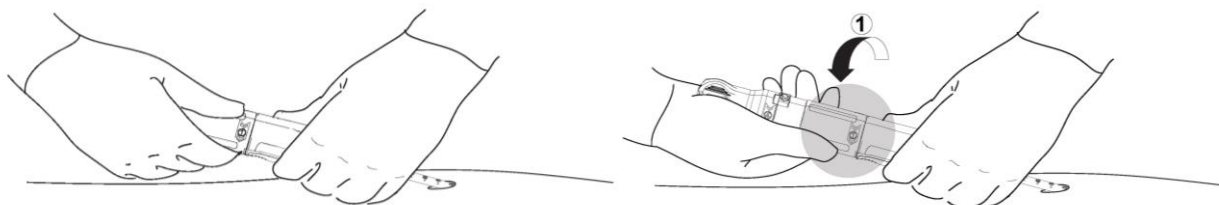

Figura 12. Fase 1 dell'azionamento del *dispositivo di chiusura PerQseal®* (fuoriuscita dell'impianto).
Afferrare l'estremità distale dell'impugnatura del dispositivo di chiusura PerQseal® (estremità più vicina al paziente). Tenere saldamente il dispositivo in posizione poggiando la mano sul paziente, Figura 12.
- a. Poggiare la mano sulla camma della guaina, contrassegnata con il numero '1', e ruotare questa parte dell'impugnatura di 180° nella direzione indicata per allineare i punti. Accertarsi che la mano che afferra l'estremità distale dell'impugnatura resti fissa e che l'impugnatura resti stazionaria durante questa rotazione, Figura 12. A questo punto, l'impianto è libero all'interno dell'arteria.